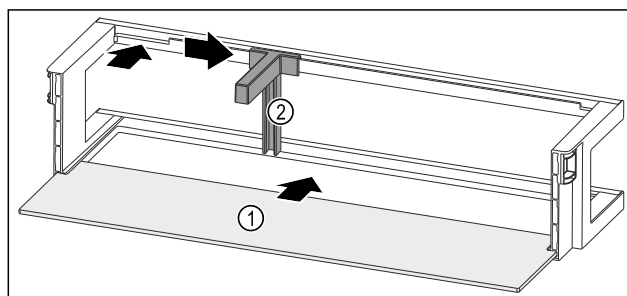

Fig. 255 Balconcino controporta con ripiano
- Inserire il ripiano Fig. 255 (1) negli incavi laterali.
- Inserire il fermabottiglie Fig. 255 (2) nell'incavo.
- Fare scorrere il fermabottiglie Fig. 255 (2) lateralmente alla posizione desiderata.